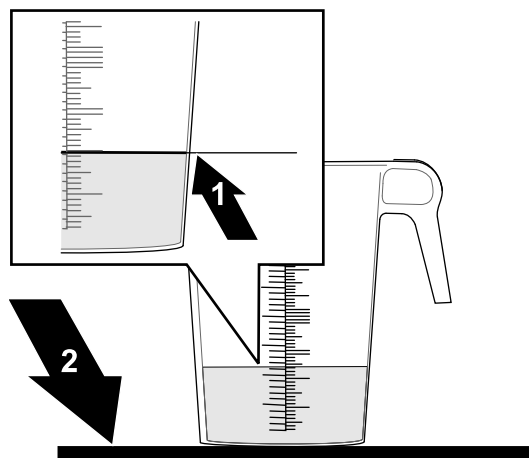

Figura 172
1. Coloque o recipiente graduado numa superfície nivelada, aguarde a estabilização do líquido e anote o volume (Figura 172).